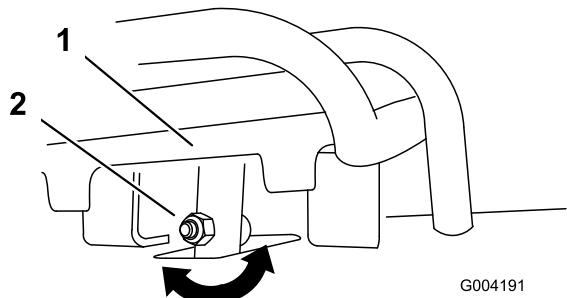
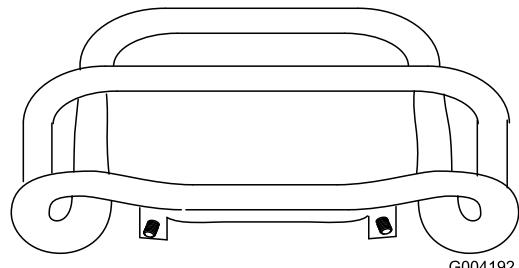

Figura 51
Figura 52
4. Si la parte delantera del control de tracción no queda enrasada con y paralela a la barra de referencia, afloje la tuerca con arandela prensada y el perno del tubo del control de tracción (Figura 51).
- Ajuste el control de tracción hasta que quede enrasado con la barra de referencia al tirar del mismo hacia atrás del todo (Figura 51 y Figura 52).